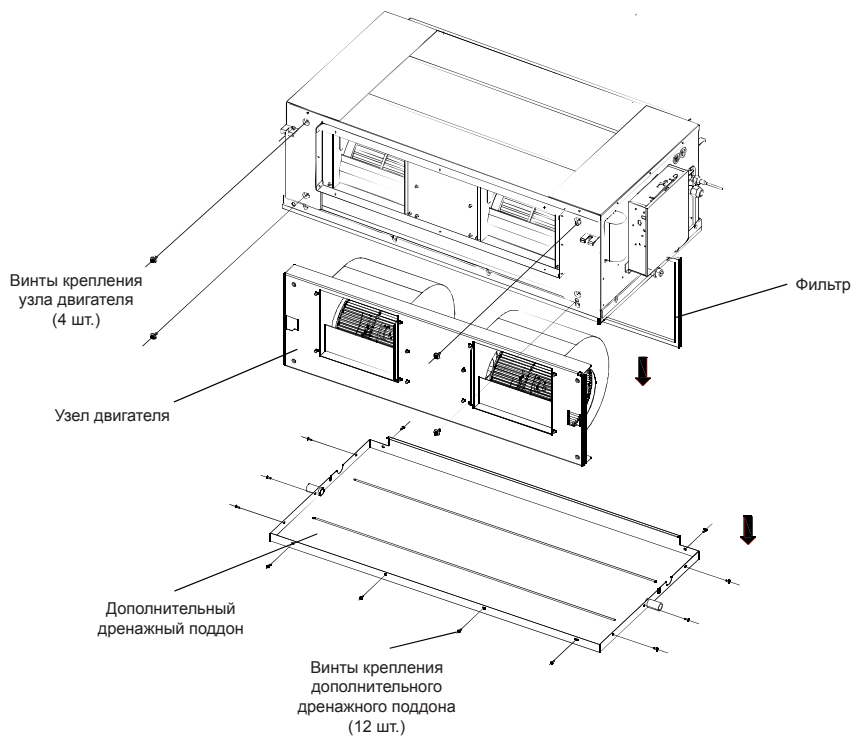
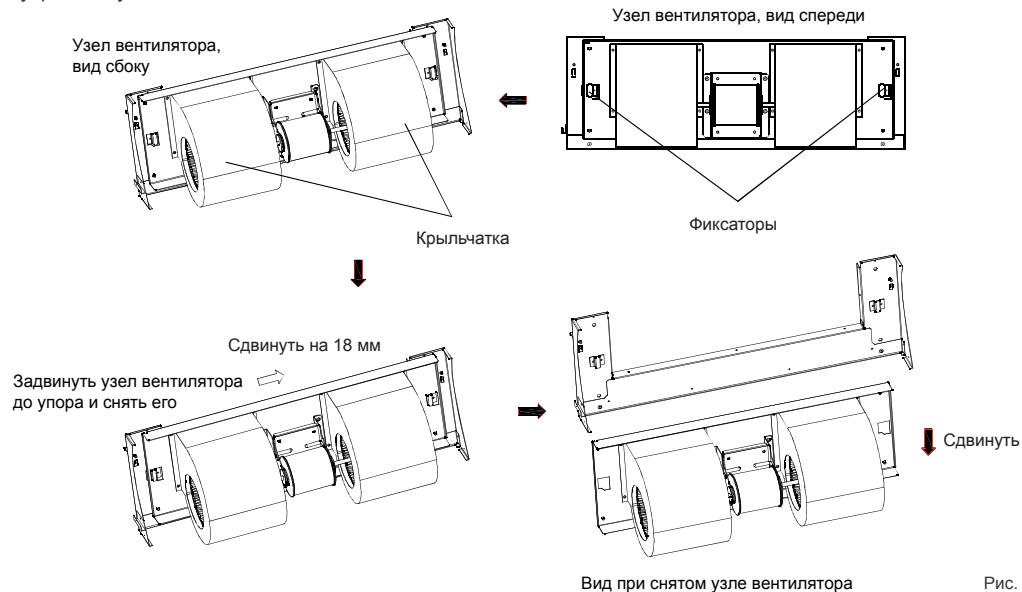

Рис. 4-17
Рис. 4-18
2. Выкрутить 4 винта крепления узла вентилятора (см. рис. 4-17); снять узел вентилятора, как показано на рис. 4-18.
3. Задвинуть узел вентилятора до упора, затем аккуратно приподнять его и снять (см. рис. 4-18).